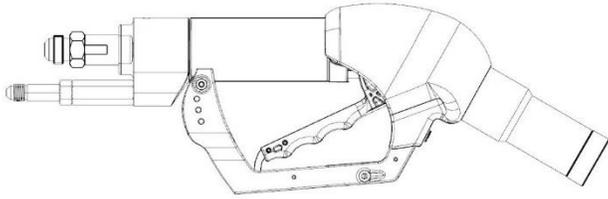

Figura 2 – Posizione leva OFF
1. Rimuovere l'ugello dalla posizione di riposo e verificare che la leva sia in posizione inferiore OFF sbloccata (Figura 2).